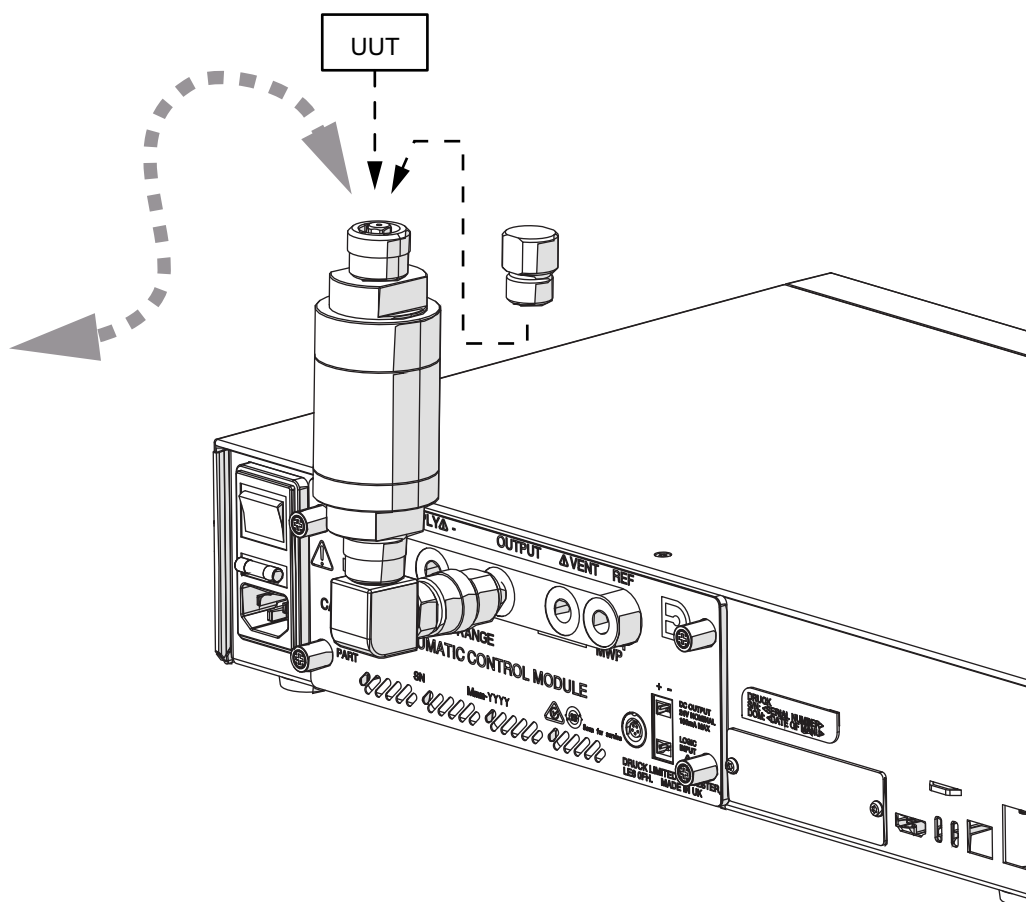

Figure D-5 : Installé sur PACE5000 instrument E
- Fixez l'ensemble sur le port SORTIE de l'instrument PACE comme indiqué dans Figure D-5.